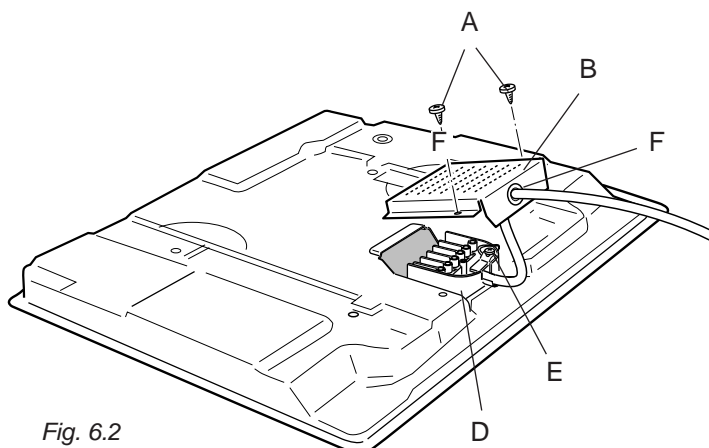

Fig. 6.2
- ✓ Svitare le viti A e togliere la protezione B (fig. 6.2)
- ✓ Aprire il fissacavo E (fig. 6.2)